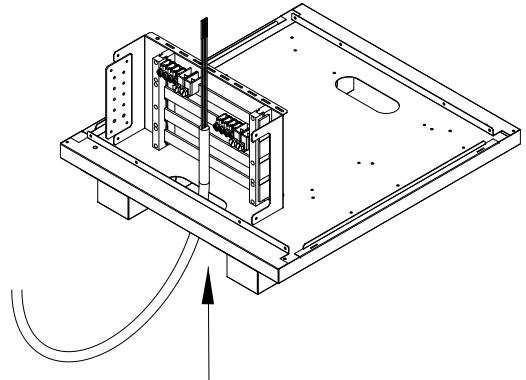

Fig. 5.5
3. Passare il cavo di potenza AC all'interno dell'apposita asola alla base, procedendo da sotto (Fig. 5.5).